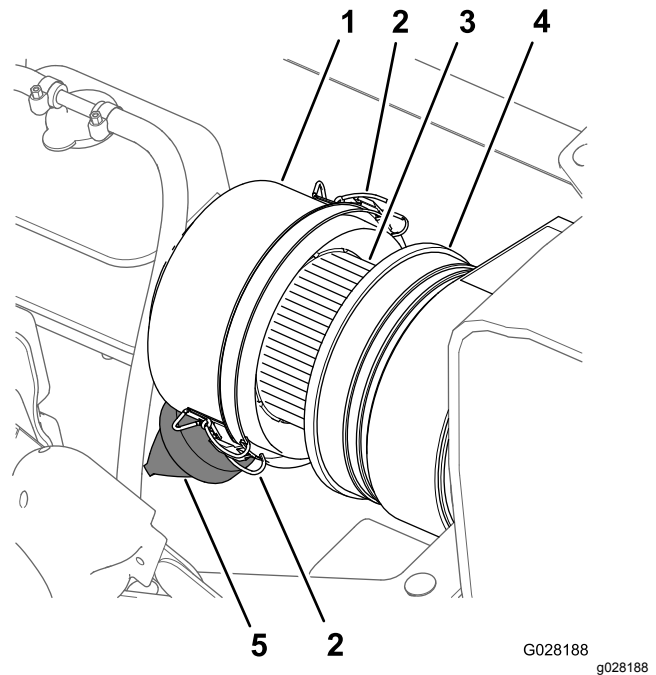

Bild 68
3. Reinigen Sie den Staubdeckel und das Luftfiltergehäuse (Bild 68).
4. Prüfen Sie das Gehäuse des Luftfilters auf Schäden, die eventuell zu einem Luftleck führen könnten (Bild 68).
5. Drücken Sie das Staubventil zusammen, um Schmutz, Staub und Rückstände zu entfernen (Bild 68).
7. Überprüfen Sie den Luftfiltereinsatz auf starke Staub, Schmutz- oder Rückstandsansammlungen (Bild 68).
8. Setzen Sie den Staubdeckel auf das Luftfiltergehäuse und befestigen den Deckel mit den zwei Riegeln (Bild 68).
2. Reinigen Sie den Staubdeckel und das Luftfiltergehäuse (Bild 68).
6. Wischen Sie die Innenseite des Staubdeckels, des Luftfiltergehäuses und des Staubventils mit einem feuchten Lappen ab (Bild 68 und Bild 69).